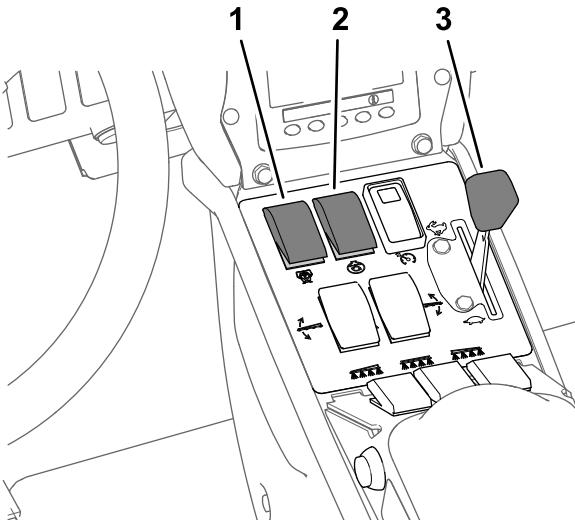

Bild 42
8. Stellen Sie den Rührwerk- und Sprühpumpenschalter in die EIN-Stellung (Bild 42).
9. Stellen Sie die Gasbedienung in die SCHNELL-Stellung (Bild 42).
**Hinweis:** In diesem Schritt wird vorausgesetzt, dass die Sprühpumpe eingeschaltet ist, siehe Bild 42 in Sprühen im Dosierungsmodus (Seite 38).
4. Stellen Sie die Gasbedienung auf die gewünschte Motordrehzahl, siehe Bild 42 in Sprühen im Dosierungsmodus (Seite 38).